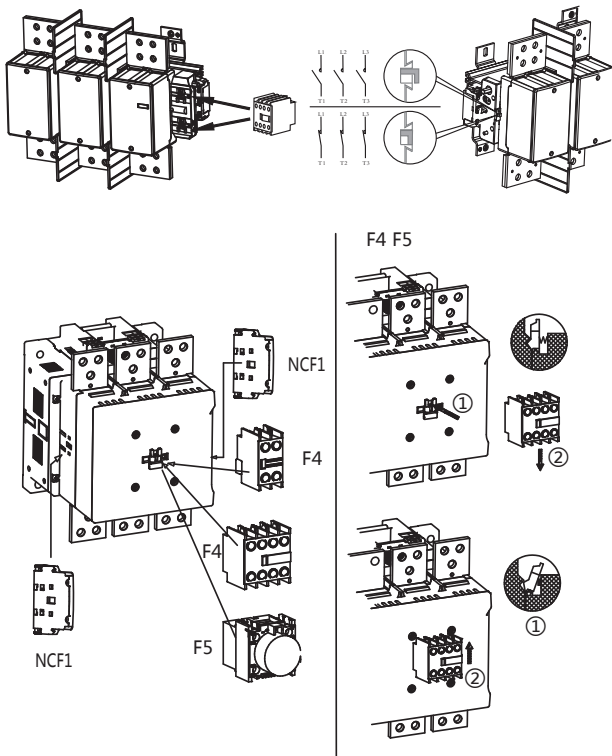
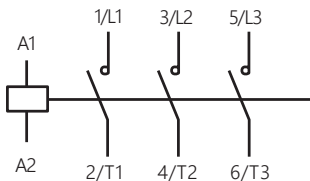

图1 接触器配件图
图2 接触器原理图
- 5.1.4 接触器挂装F4（两组）、见表1及图1；
控制原理图见图1~图2。